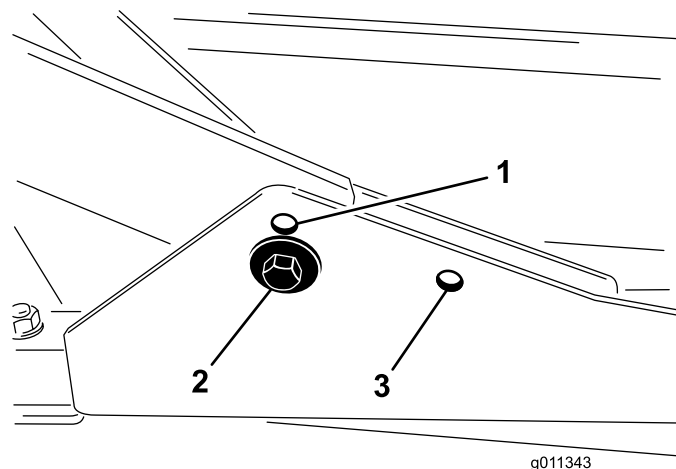

Figura 2
1. Para alturas de corte en el intervalo de 2 a 7,6 cm, los bastidores de tiro delanteros deben montarse en los taladros de montaje delanteros inferiores (Figura 2).
2. Para alturas de corte en el intervalo de 6,3 a 10,2 cm, los bastidores de tiro delanteros deben montarse en los taladros de montaje delanteros superiores (Figura 2).
Para todas las alturas de corte, la carcasa de corte trasera debe montarse en los taladros de montaje traseros (Figura 2).